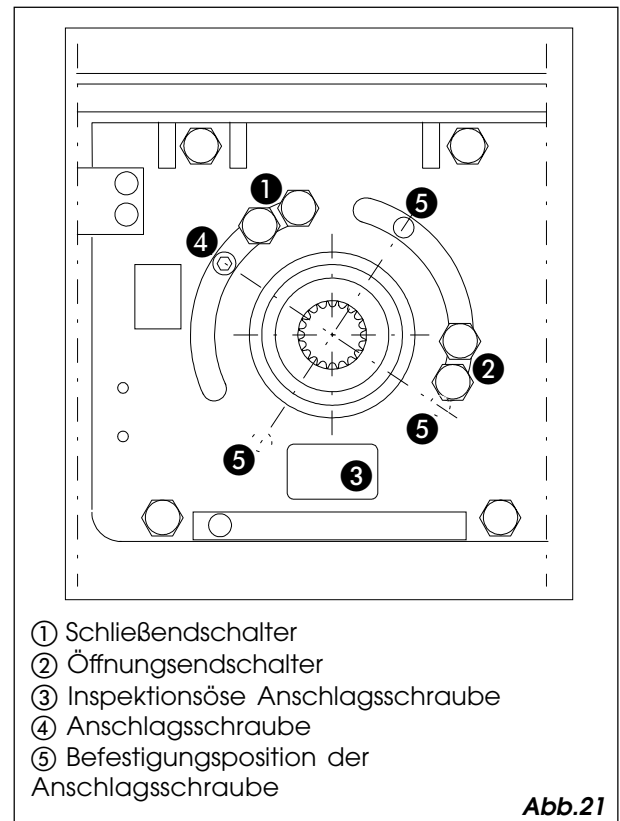

Abb.21
- 2) Den Arm so lange drehen, bis die Anschlagsschraube (Abb. 21 - Bez. 4) mit der Inspektionsöse (Abb. 21 - Bez. 3) übereinstimmt.
- 4) Zur Erhöhung der Vorspannung den Arm in Öffnungsrichtung drehen, bis die nächste Befestigungsposition der Anschlagsschraube (Abb. 21 - Bez. 5) mit der Inspektionsöse übereinstimmt und dann die Schraube erneut befestigen. Zur Verminderung der Vorspannung den Arm in Schließrichtung drehen, bis die nächste Position der Anschlagsschraube (Abb. 21 - Bez. 5) mit der Inspektionsöse übereinstimmt und dann die Schraube erneut befestigen.